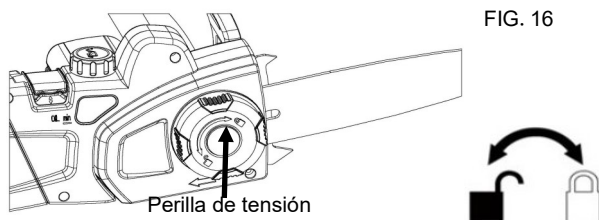

FIG. 16
12. Ajuste la perilla de tensión. Elimine toda la holgura de la cadena; para ello, gire hacia la derecha la perilla de tensión de la cadena hasta que la cadena se asiente ajustadamente en la barra, con los eslabones de impulsión dentro de la ranura. (Fig. 16)